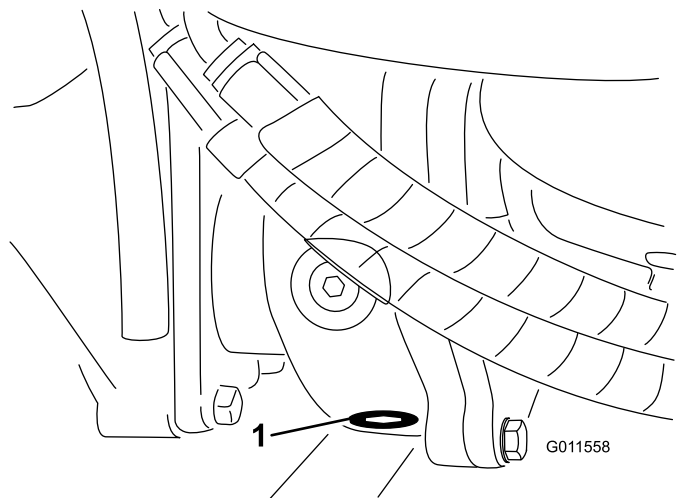

Figura 71
5. Limpe a zona em redor do tampão de escoamento no fundo da caixa de engrenagens (Figura 71).